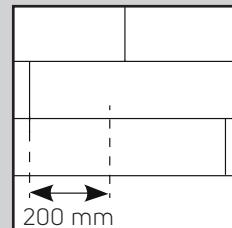
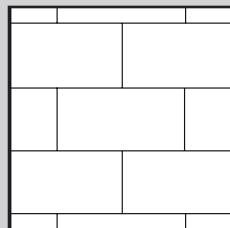

Figure. 3a
Figure. 3b
- Commencez la deuxième rangée en emboitant la languette dans la rainure qui tient la lame à un angle d'environ 30°. Poussez ensuite fermement la lame/dalle dans la rainure de la première rangée. Posez la lame/dalle suivante en emboitant la languette dans la rainure le long du bord court (Figure 3). Il convient de poser les dalles et les lames en « décalé » pour faire en sorte que les quatre coins ne se touchent jamais. (Figure 3a et Figure 3b).